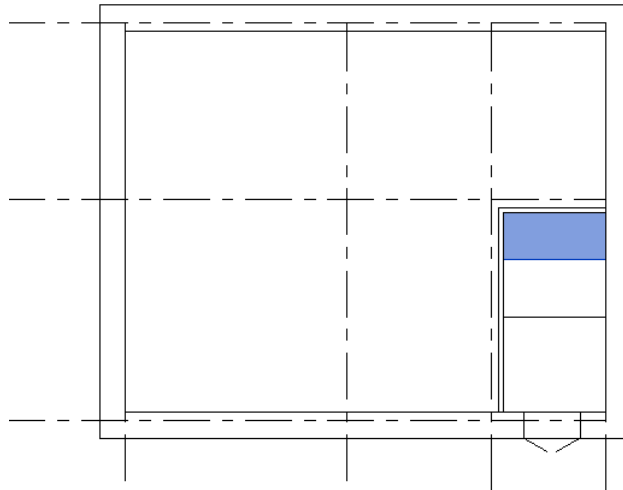

Рис. 87
6. Создать эскиз площадки на первом этаже с длиной 2755 и шириной 1280 мм (рис. 87). Ширина площадки на первом этаже высчитывается исходя из размеров лестничного марша и площадки на цокольном этаже.